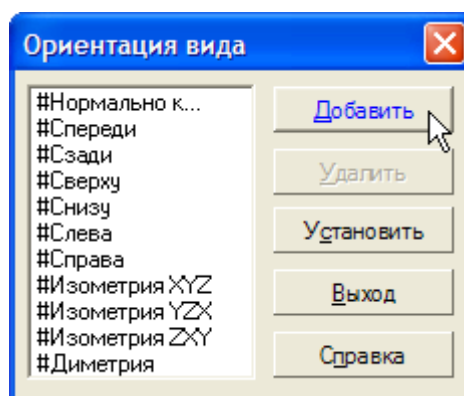

Рисунок 5.
- В окне Ориентация вида нажмите кнопку Добавить (рис. 5).